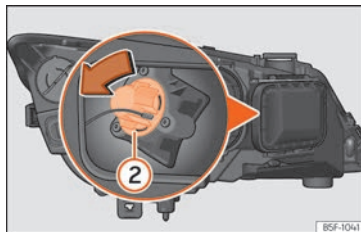

Abb. 110 Glühlampe für Blinklicht
- Drehen Sie den Lampenträger » **Abb. 110** ② nach links und ziehen Sie.